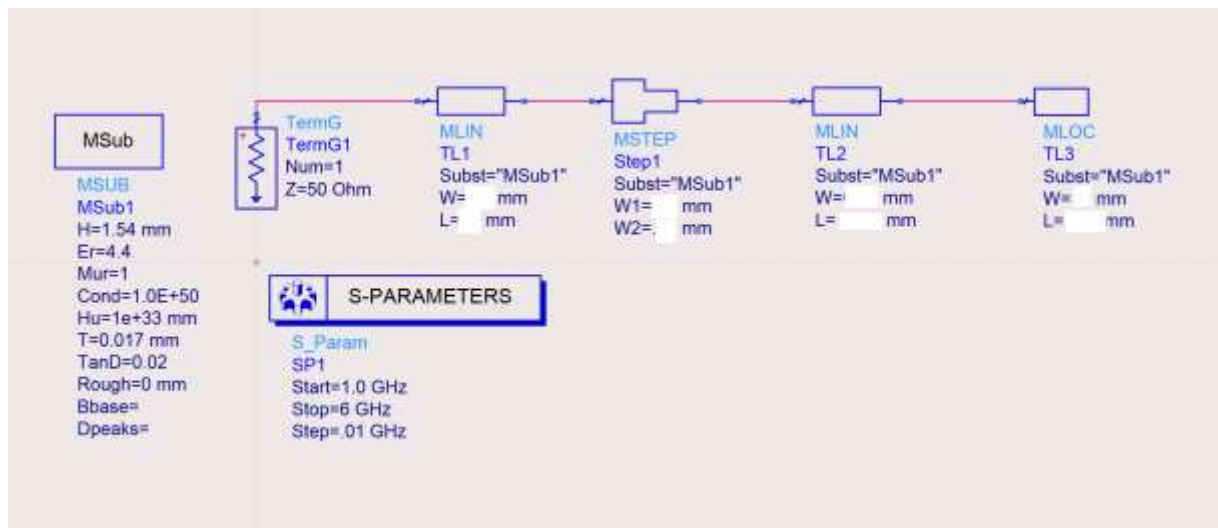

Fig.5
6. La simulation électromagnétique se fait sur ADS en suivant le modèle de la figure 5.